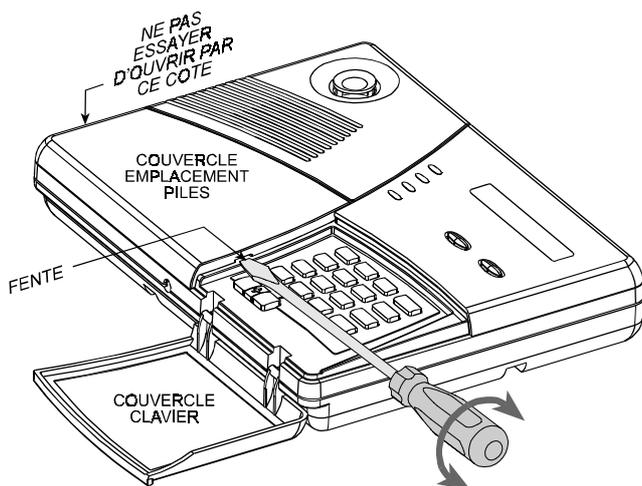

Figure 1. Dégageant le couvercle piles
A. Insérer un tournevis plat sur la fente montrée en Figure 1.